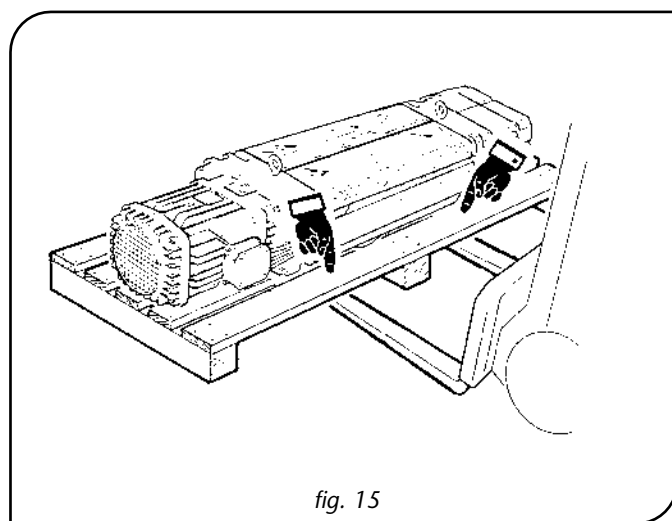

fig. 15
2. Si le palan est posé sur une palette, la manipulation se fera à l'aide d'un chariot élévateur ou d'une transpalette choisi en fonction du poids de la charge, en introduisant les fourches du chariot élévateur ou de la transpalette sous la palette dans les espaces prévus à cet effet et comme illustré sur la figure 15.
2. Si l'unité chariot/palan est posée sur une palette, la manipulation se fera à l'aide d'un chariot élévateur ou d'une transpalette choisi en fonction du poids de la charge, en introduisant les fourches du chariot élévateur ou de la transpalette sous la palette comme illustré sur la figure (A - 2) - (figure 15).
2. Si l'unité chariot/palan est posée sur une palette, la manipulation se fera à l'aide d'un chariot élévateur ou d'une transpalette choisi en fonction du poids de la charge, en introduisant les fourches du chariot élévateur ou de la transpalette sous la palette comme expliqué au point (A-2) et illustré sur la figure 15.